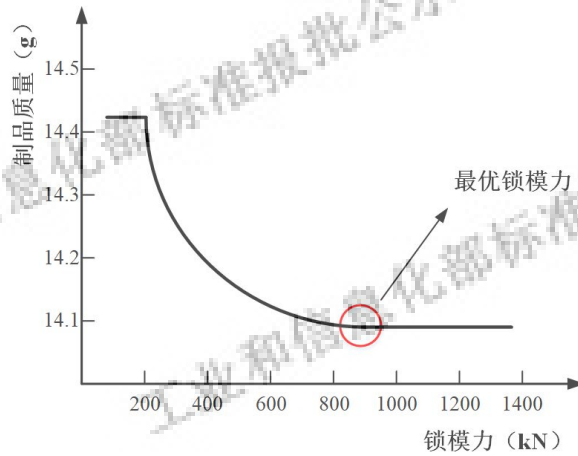

图 4 制品质量随锁模力变化曲线
- 5.9.3.1 绘制制品质量随锁模力变化曲线, 如图 4 所示。